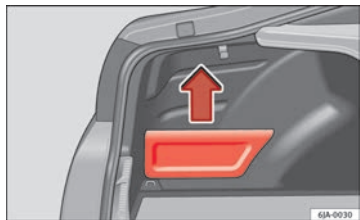

Abb. 95 Gepäckraum:
- Greifen Sie die Abdeckung an der Oberseite und ziehen Sie sie in Pfeilrichtung ab ⇒ Abb. 95.